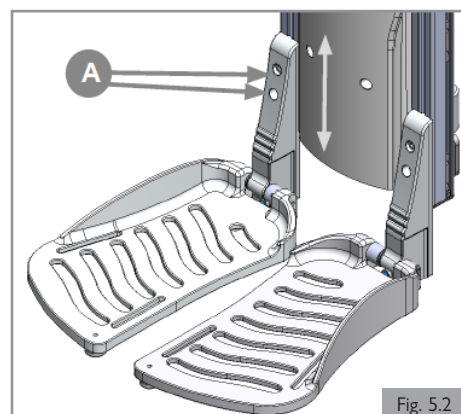

Fig. 5.2
1. Desserrez les 2 boulons (A) au moyen d'une clé hexagonale de 5,0 mm. (Fig. 5.2)